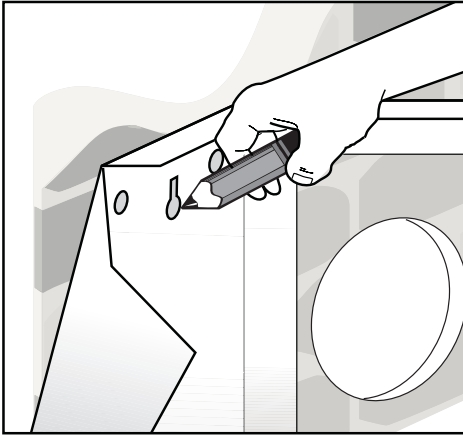
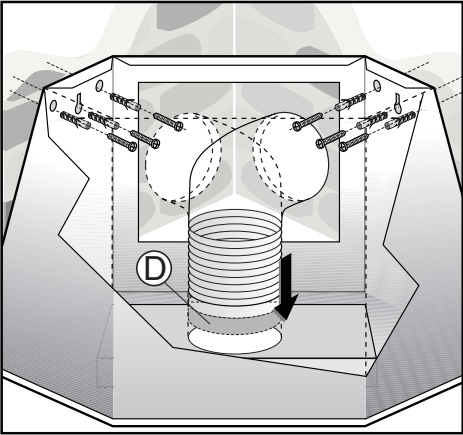
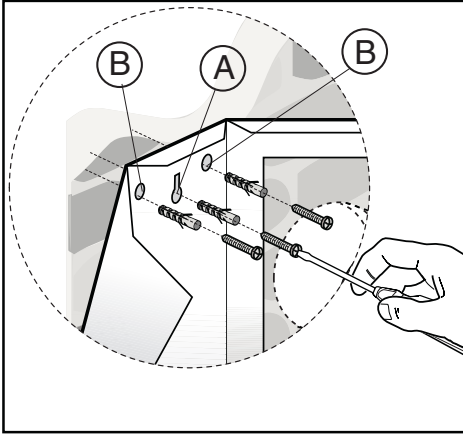

Fig.6
Fig.7
Fig.8
• La distanza minima fra la superficie di supporto dei recipienti di cottura sul dispositivo di cottura e la parte più bassa della cappa da cucina deve essere di almeno 65 cm. Se dovesse essere usato un tubo di connessione composto di due o più parti, la parte superiore deve essere all'esterno di quella inferiore. Non collegare lo scarico della cappa ad un condotto in cui circoli aria calda o utilizzato per evacuare fumi degli apparecchi alimentati da un'energia diversa da quella elettrica. Prima di procedere alle operazioni di montaggio, per una più facile manovrabilità dell'apparecchio disinserire il filtro/i antigrasso (Fig.6).
Predisporre la cappa ad angolo e regolarne l'altezza desiderata (Fig.7).
Evidenziare con una matita i fori laterali stabiliti per il fissaggio sulle due pareti (Fig.6). Eseguire i fori e fissare la cappa al muro tramite le viti **A** (Fig.8). Fissare definitivamente con le viti di sicurezza **B** (Fig.6).
Collegare, mediante un tubo flessibile la flangia **D** al foro evacuazione aria (Fig.7).
Falls ein Verbindungsrohr verwendet wird, das aus zwei oder mehr Teilen zusammengesetzt ist, muss der obere Teil über den unteren gestülpt werden. Auf keinen Fall darf das Abluftrohr der Küchenhaube an ein Rohr angeschlossen werden, in dem Warmluft zirkuliert oder das zur Entlüftung von Geräten verwendet wird, die an eine andere Energiequelle als an Strom angeschlossen sind. Vor der Durchführung der Montagevorgänge, den/die Fettfilter entfernen, damit sich das Gerät leichter handhaben läßt (Abb.6).
Legen Sie die Eck-Dunstabzugshaube an der Wand an, und regulieren Sie diese auf die gewünschte Höhe. (Abb.7) Markieren Sie mit einem Bleistift die zur Befestigung an der Wand vorgesehenen seitlichen Bohrlöcher. (Abb. 6) Bohren Sie die Löcher und befestigen Sie die Haube mit den Schrauben **A** an der Wand. (Abb. 8) Abschließend ist die Haube mit den Sicherheitsschrauben **B** definitiv zu befestigen. (Abb. 6)
Verbinden Sie über ein Flex-Rohr den Flansch **D** mit der Luftabzugsöffnung (Abb. 7).